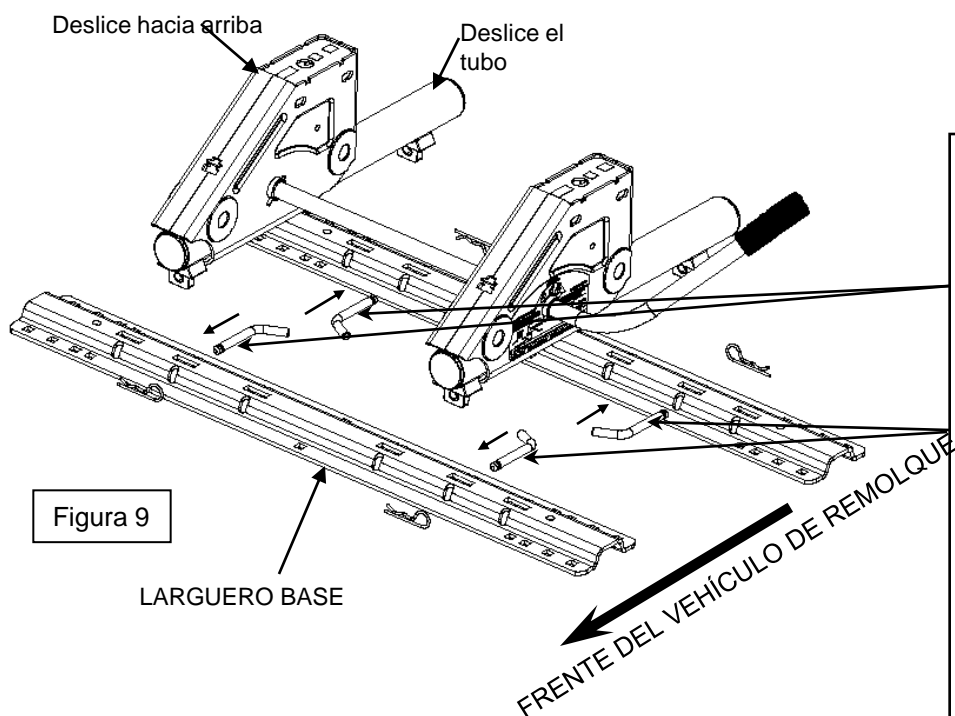

Figura 9
4. Fije el deslizador de quinta rueda REESE™ dentro de los largueros base y fije en su posición como se muestra en la Figura 9 abajo.